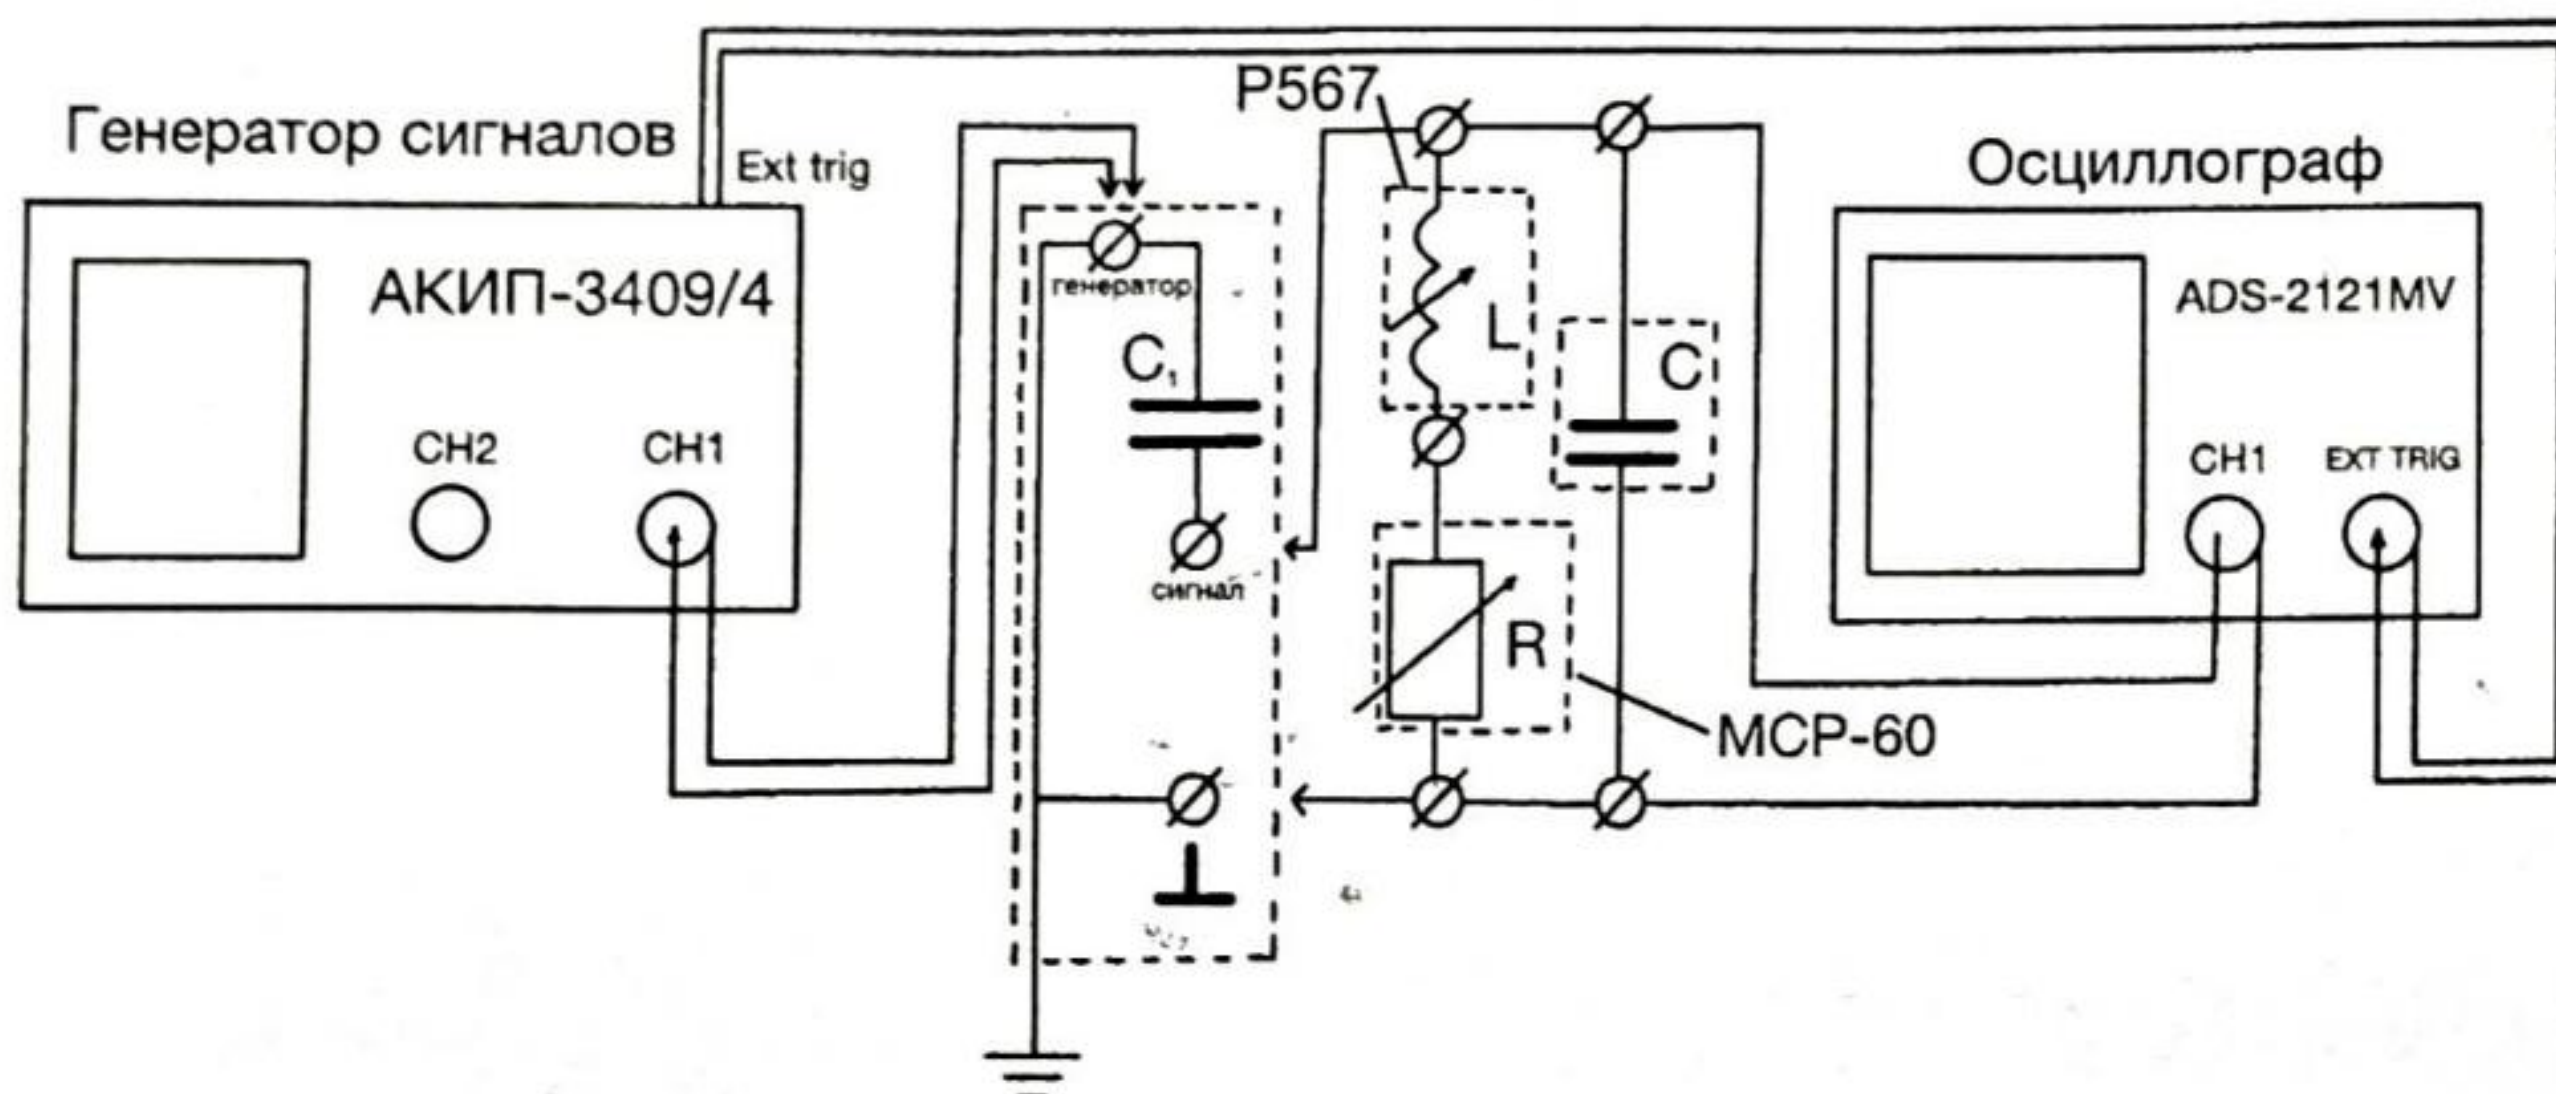

Рис. 1: Схема установки для исследования вынужденных колебаний
1. Соберите схему согласно рис. 1. Включите приборы в сеть.